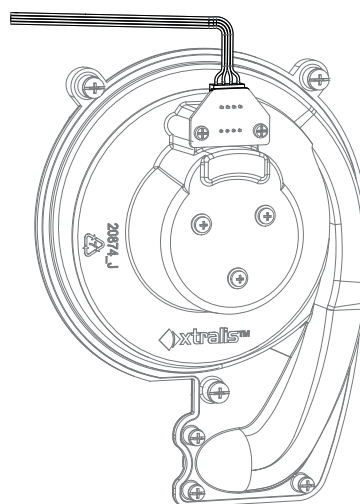

Figure 7-13: Câble d'aspirateur
5. Vous pouvez également déconnecter le câble de l'aspirateur après avoir retiré l'aspirateur de la base du détecteur (Figure 7-13).